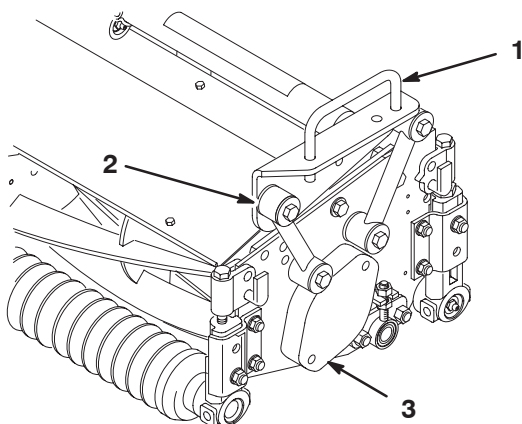
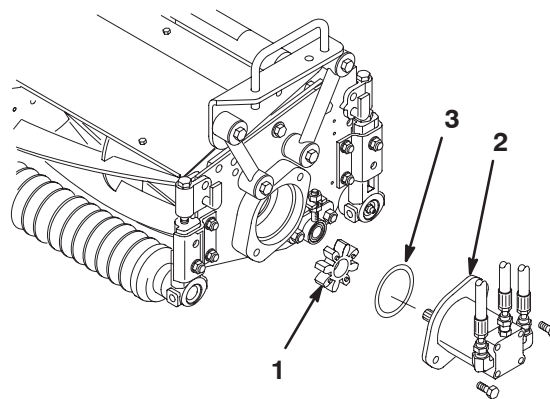

Bild 5
Bild 9
2. Setzen Sie ein Chassis auf jedes Mähwerk. Richten Sie die Befestigungslöcher mit den Befestigungsverbindungen aus (Bild 5).
3. Befestigen Sie jede Befestigungsverbindung mit dem Chassis mit einer Kopfschraube (3/8 x 2-1/4 Zoll), zwei flachen Scheiben und einer Sicherungsmutter, siehe Bild 5. Bringen Sie an jeder Seite der Verbindung bei der Montage eine Scheibe an. Ziehen Sie diese auf 42 Nm an.
2. Nehmen Sie von innen am rechten Mähwerk die Lagergehäuseabdeckung ab (Bild 5). Montieren Sie die Abdeckung und Dichtung (mit dem Mähwerk geliefert) am äußeren Ende. Ermitteln Sie die Position der Drehkreuzkupplung (Bild 9), die im Lagergehäuse geliefert wurde.
3. Setzen Sie den O-Ring (mit dem Mähwerk geliefert) am Bund des Antriebsmotors (Bild 9) ein.
4. Montieren Sie den Motor und die Drehkreuzkupplung am Antriebsende des Mähwerks und befestigen Sie sie mit den zwei Kopfschrauben, die mit dem Mähwerk geliefert wurden (Bild 9).